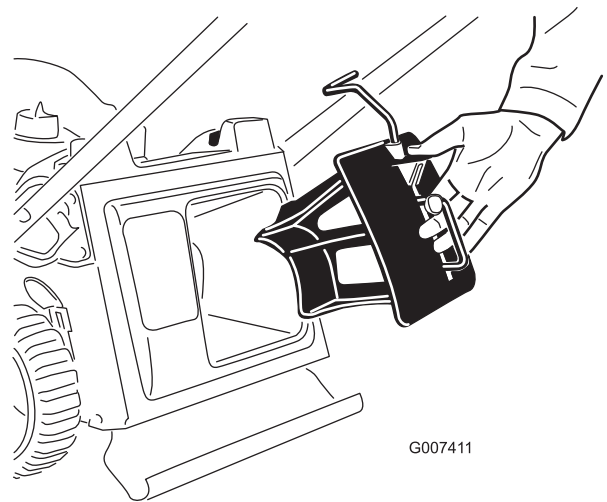

Bild 10
1. Setzen Sie den Mulchverschluss ggf. in die Maschine ein (Bild 10).